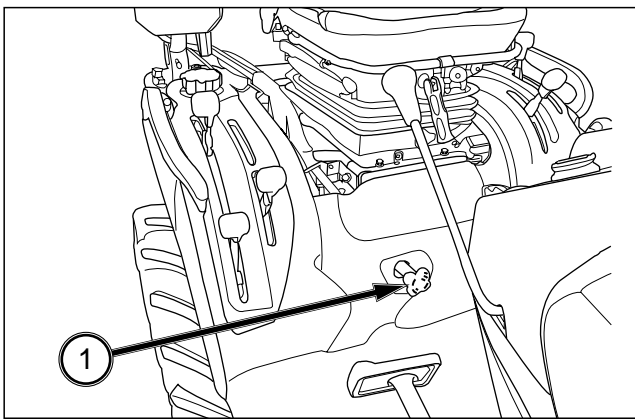

FIG. 4-15
FIG. 4-15 : **Commande de vitesse d'abaissement** – La molette (1), commande la "vitesse de chute" de la timonerie de l'attelage 3 points et de l'outil. Tournez la molette dans le sens contre l'horloge pour ralentir la vitesse de chute, et dans le sens contre l'horloge pour augmenter la vitesse de chute. Tourner la molette à fond dans le sens horaire va bloquer l'outil en position relevée.